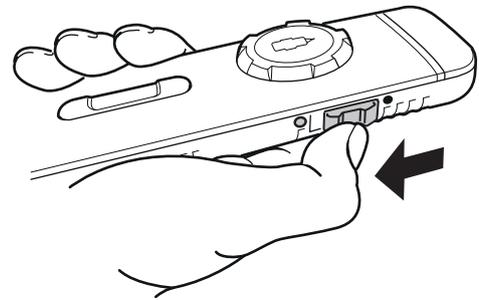

Fig. 26
- ▶ Pousser l'interrupteur à coulisse latéral vers le bas pour arrêter la télécommande (Fig. 26)